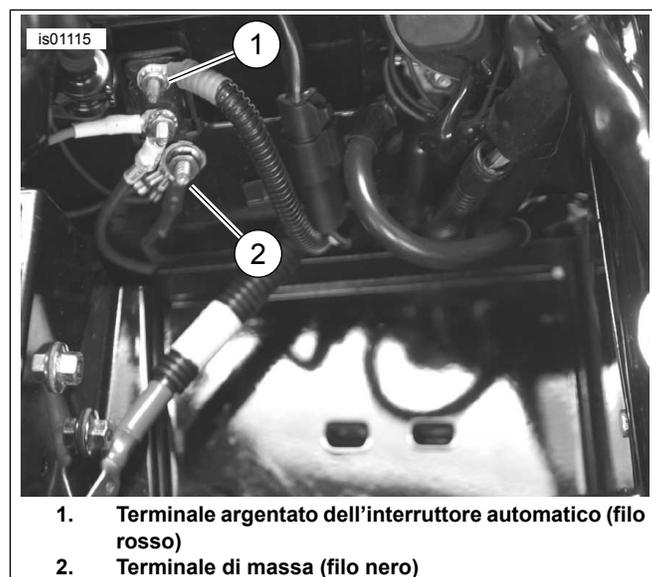

Figura 4. Collegamenti (senza batteria) dei modelli Touring 2003 o precedenti (illustrato il modello FLHTCU 2003)
3. Vedere Figura 4. Tagliare il filo nero sul cablaggio dello Zumo in modo da raggiungere facilmente il prigioniero di massa (2) che si trova sotto l'interruttore automatico nel pozzetto della batteria sotto la sella.